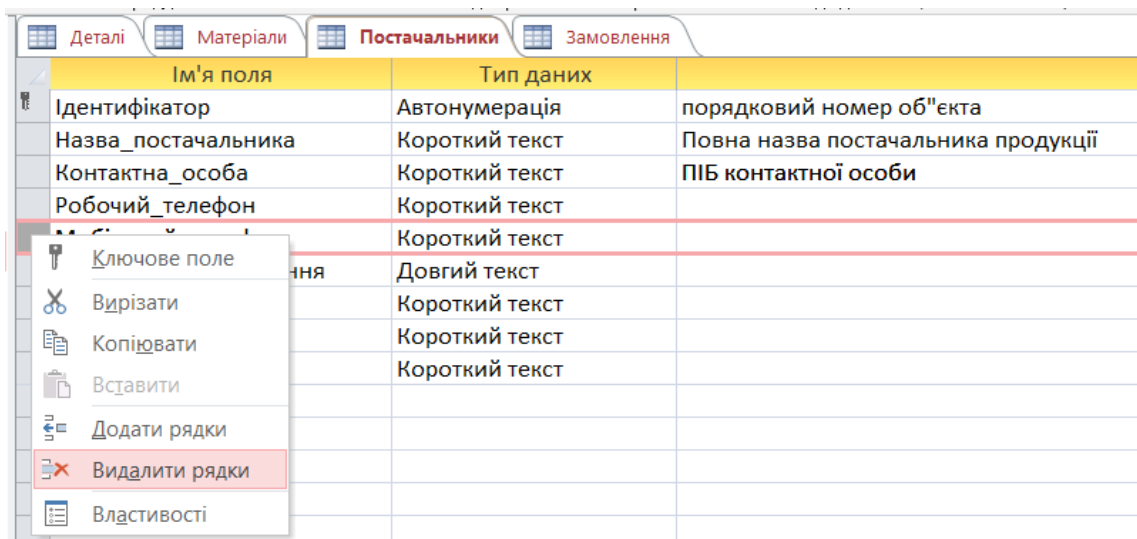

Рисунок 3.14 – Видалення полів даних з створеної таблиці
2.2. В режимі конструктора для таблиці «Постачальники» змініть поля, їх перелік послідовність, тип та опис відповідно до рисунку 3.13. Для видалення зайвих полів оберіть їх і клацніть правою клавішею миші на лівому полі (рисунок 3.14) та оберіть команду «Видалити рядки».